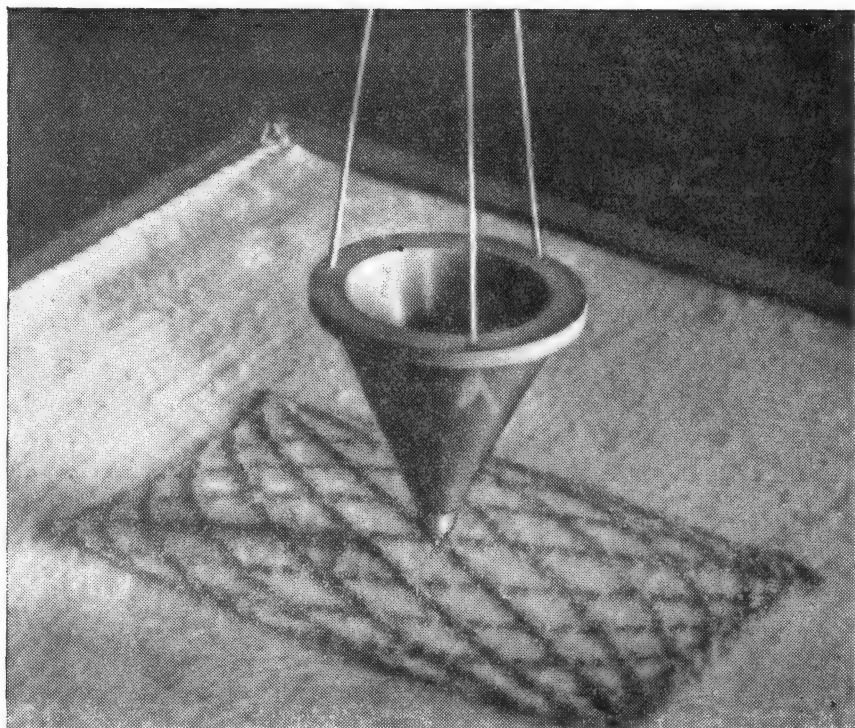

Рис. 43. Запись колебаний маятника.
12. Запись колебаний маятника. К серединам двух противоположных сторон деревянного квадратного основания, площадью около 16 дм^2 крепят П-образную раму высотой 600 мм. К середине поперечной перекладины на трех нитях длиной 500 мм каждая, соединенных вверху в одной точке, подвешивают воронку. Выходное отверстие в воронке должно иметь $5\text{—}6 \text{ мм}^2$. Нити, расходящиеся книзу, привязывают на ободке воронки на равном расстоянии друг от друга (рис. 43). Подвешенное тело будет представлять собой маятник.